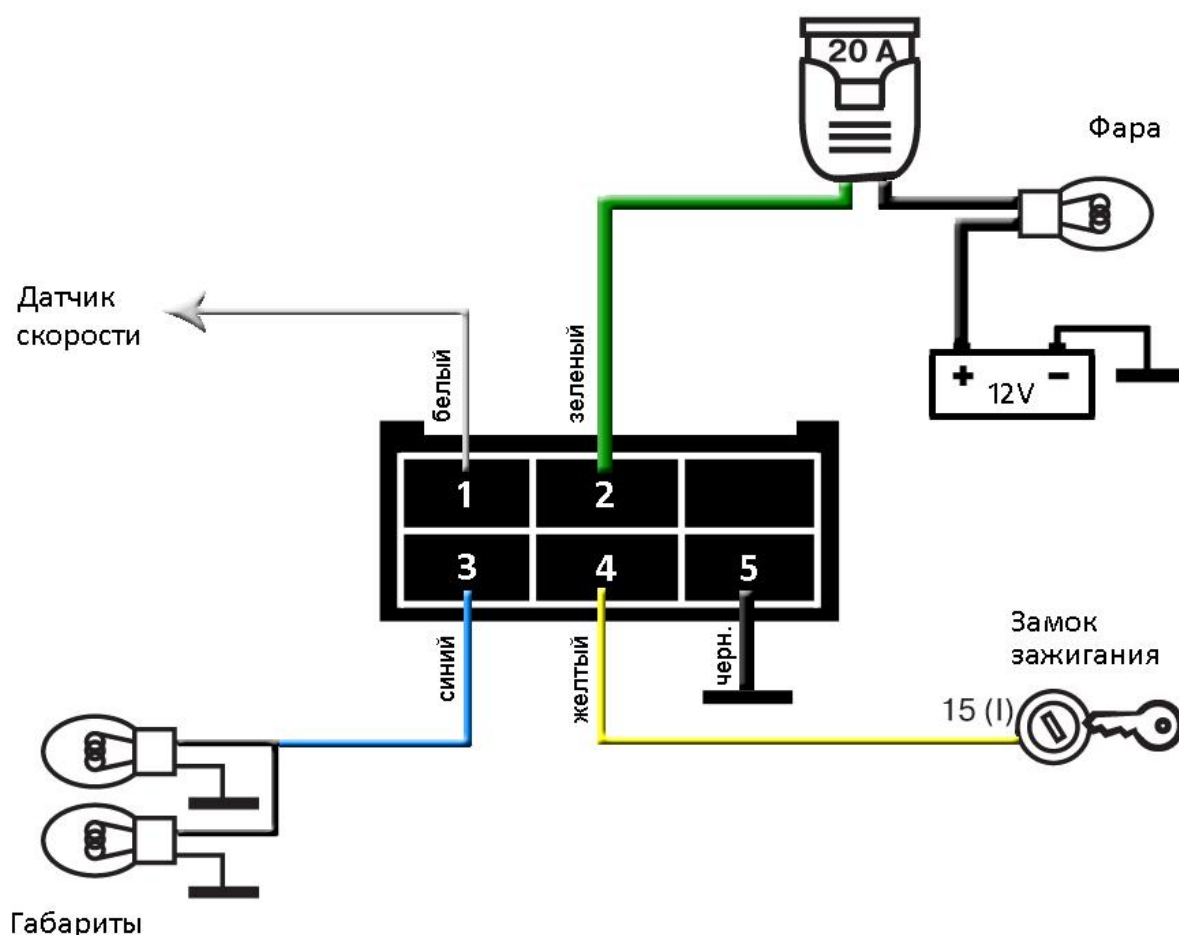

Рисунок 2
2.4. Назначение контактов контроллера с коммутацией минуса и места подключения (рисунок 2).